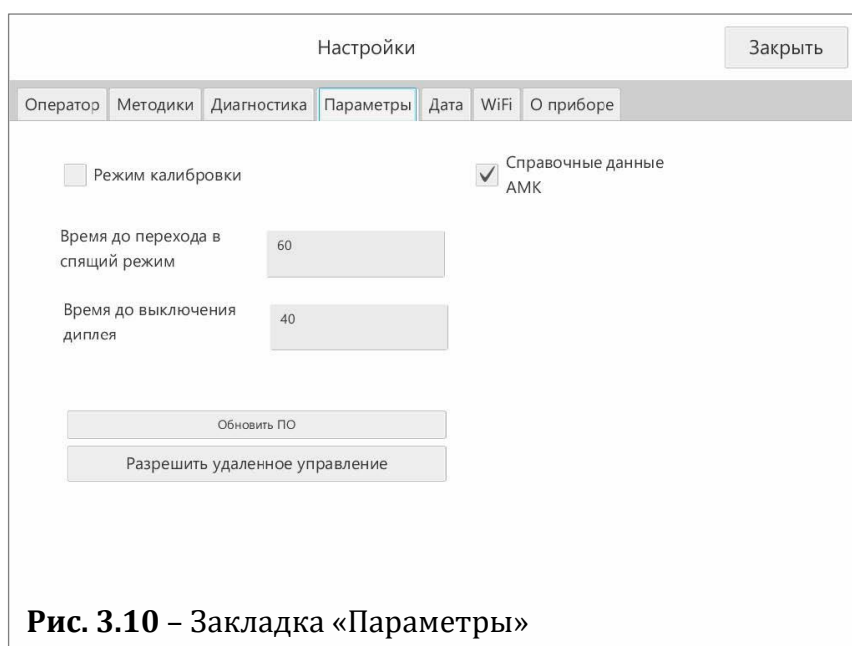

Рис. 3.10 – Закладка «Параметры»
В главном окне нажмите кнопку «Настройка», выберите закладку «Параметры» и отметьте режим «Режим калибровки». Закройте окно «Настройки» (рис.3.10)
В случае, когда необходим детальный осмотр работоспособности прибора, возможно удалённое управление прибором через сеть интернет. Для этого необходимо подключить кабель с доступом к сети интернет через разъём RJ-45 на сетевой планке (рисунок 1.2, стр.5). Требования к настройкам: в сети должен работать DHCP сервер, который выдает IP-адрес и правильные настройки шлюза и DNS-сервера. После этого перейти в закладку «Параметры», нажать «Включить удалённое управление» (рис. 3.10, стр.18).
- 1) Получить от предприятия-изготовителя обновление в виде файла update4200.zip. Записать полученный файл на сменный накопитель. Подключить к прибору сменный накопитель, в закладке «Параметры» (рисунок 3.10) нажать кнопку «Обновить ПО». По завершении обновления будет предложено перезагрузить прибор.